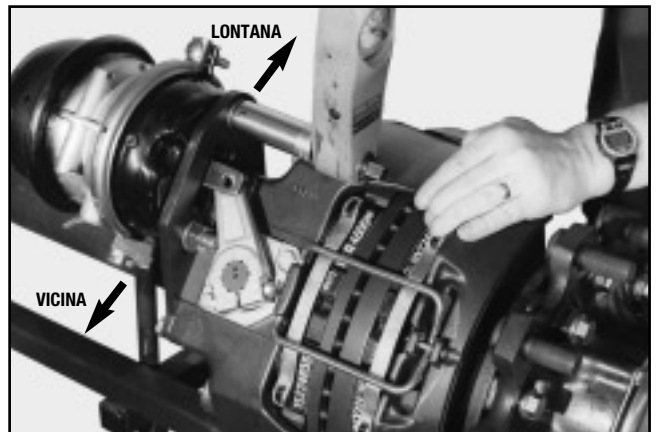

FIG. 24
5. Fissare la camera d'aria al complessivo della pinza (fig. 24). Stringere i dadi e le rondelle della camera d'aria in base alla coppia specifica nella tabella 1 (pag. 10).